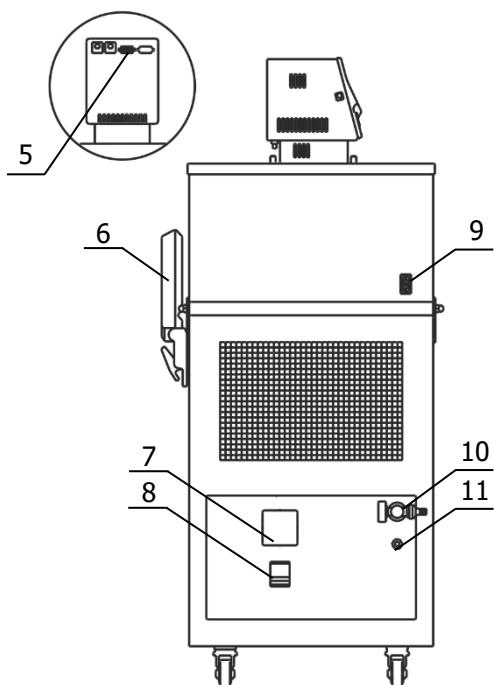

Рисунок 4 — Боковая панель термостата
2.2.5 К переливному штуцеру 11 (рисунок 4) присоединить гибкий шланг, второй конец которого опустить в емкость для сбора излишков теплоносителя объемом 1.5–2 литра.
2.2.7 Вставить вилку сетевого кабеля блока регулирования в розетку 7 (рисунок 4). Соединить кабелем из комплекта поставки блок регулирования (разъем 5) и холодильную машину (разъем 9). Сетевой кабель термостата подключить к питающей сети. Для этого в лабораторном помещении должна быть установлена электрическая розетка из комплекта поставки термостата.
2.2.8 Автоматический выключатель 8 (рисунок 4) перевести в положение «включено».
2.2.10 Установить на задней стенке термостата светильник 6 (рисунок 4) из комплекта поставки.
2.3.3 При работе термостата на температурах, близких к нижней границе диапазона регулирования необходимо доливать теплоноситель до момента слива его из переливного штуцера 11 (рисунок 4) при охлаждении термостатов на каждые 10 °C.
- на короткое время перевести автоматический выключатель 8 (рисунок 4) в положение «выключено»;
2.4.4 Для повторного запуска холодильной машины после наступления аварийной ситуации необходимо отключить питание термостата, для этого перевести автоматический выключатель 8 (рисунок 4) в положение «выключено».
2.5.2 Надеть сливной шланг из комплекта поставки на кран 10 (рисунок 4) и закрепить его хомутом. Свободный конец шланга опустить в емкость для сбора теплоносителя объемом, превышающим объем термостата.